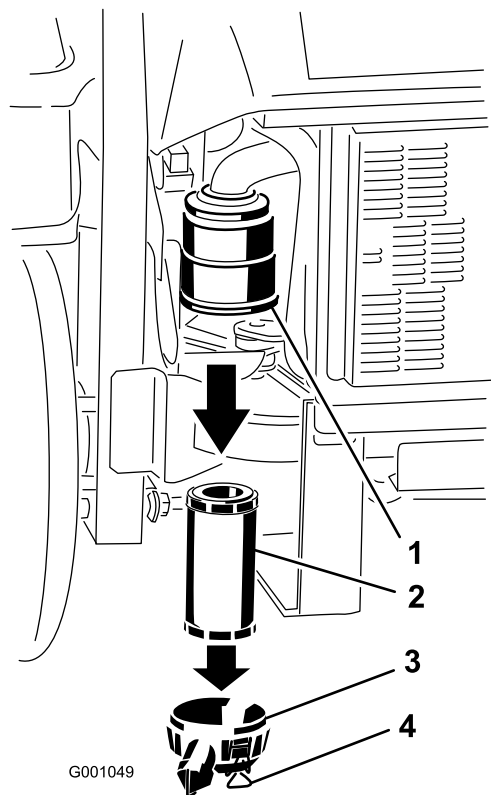

Figura 57
3. Liberte os trincos do filtro de ar e empurre a cobertura do filtro de ar para fora do corpo do filtro de ar (Figura 57).
5. Deslize suavemente o filtro para fora do corpo do filtro (Figura 57).